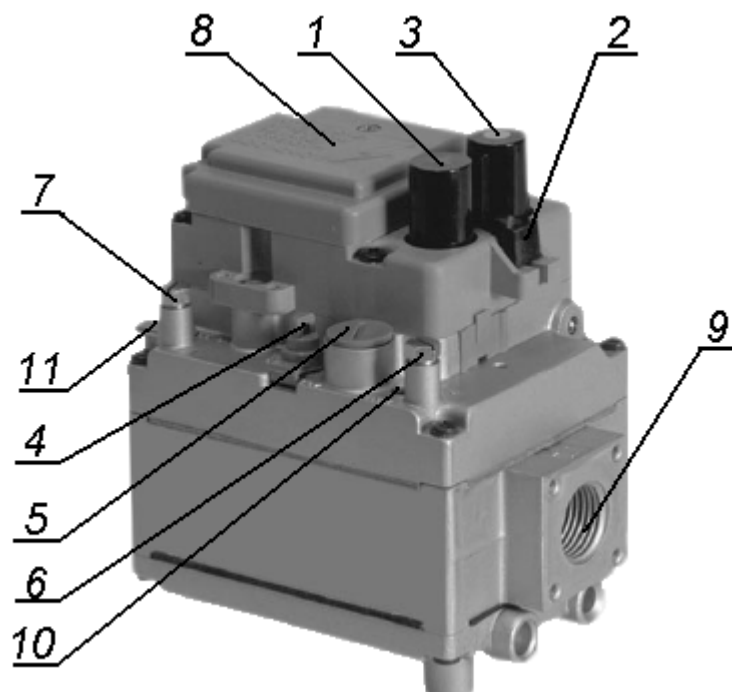

Рисунок 7 - Схема расположения внешних элементов газового клапана 810 "Elettrosit
9.6. Последовательность действий при пуске, включении основной горелки, регулировании температуры и остановке котла, укомплектованного автоматикой безопасности с газовым клапаном 810 "Elettrosit" производства фирмы "Sit Group" (рисунок 7) необходимо выполнять следующим образом: